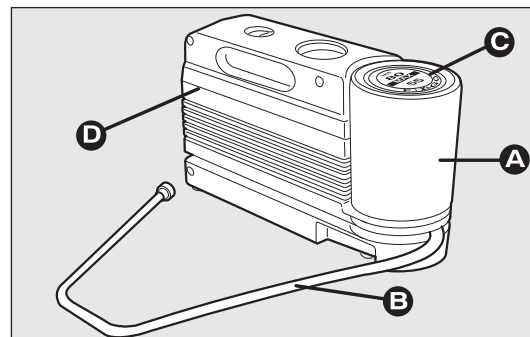

fig. 127
Il kit comprende fig. 127:
- ☐ un compressore D-fig. 127 completo di manometro e raccordi, reperibile nel vano;